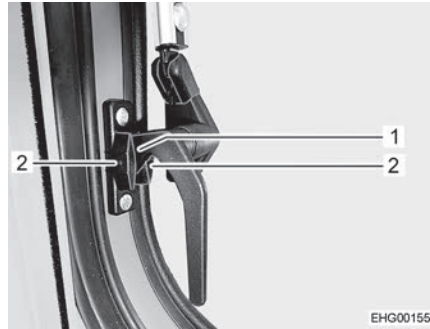

Fig. 33 Levier de verrouillage, latéral, (position "Aération permanente")
- Tourner les leviers de verrouillage latéraux d'un quart de tour vers le bas. Faire passer le tenon de verrouillage (Fig. 33,1) entre les deux moitiés du bloc de verrouillage.